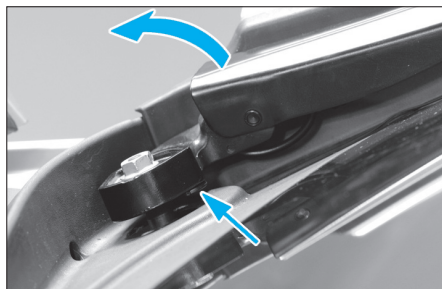

Fig. 13
- Soulever le bras et le déposer de son axe avec son agrafe de maintien (Fig.13).